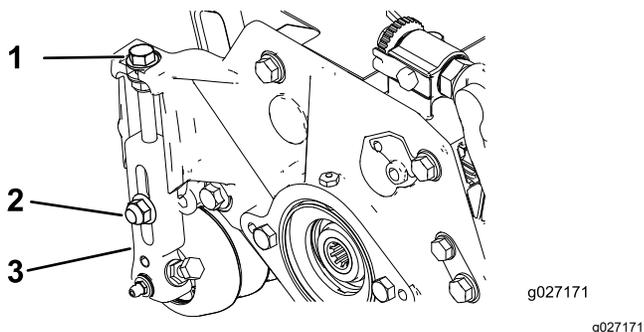

Figura 15
1. Afloje las contratuercas que sujetan los brazos de altura de corte a las placas laterales de la unidad de corte (Figura 15).